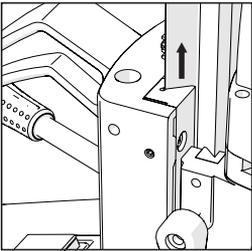

Fig. 14
**Uwaga: Urządzenie** S28MAG posiada dwie prowadnice (**Rys. 14**), z których jedną można regulować.